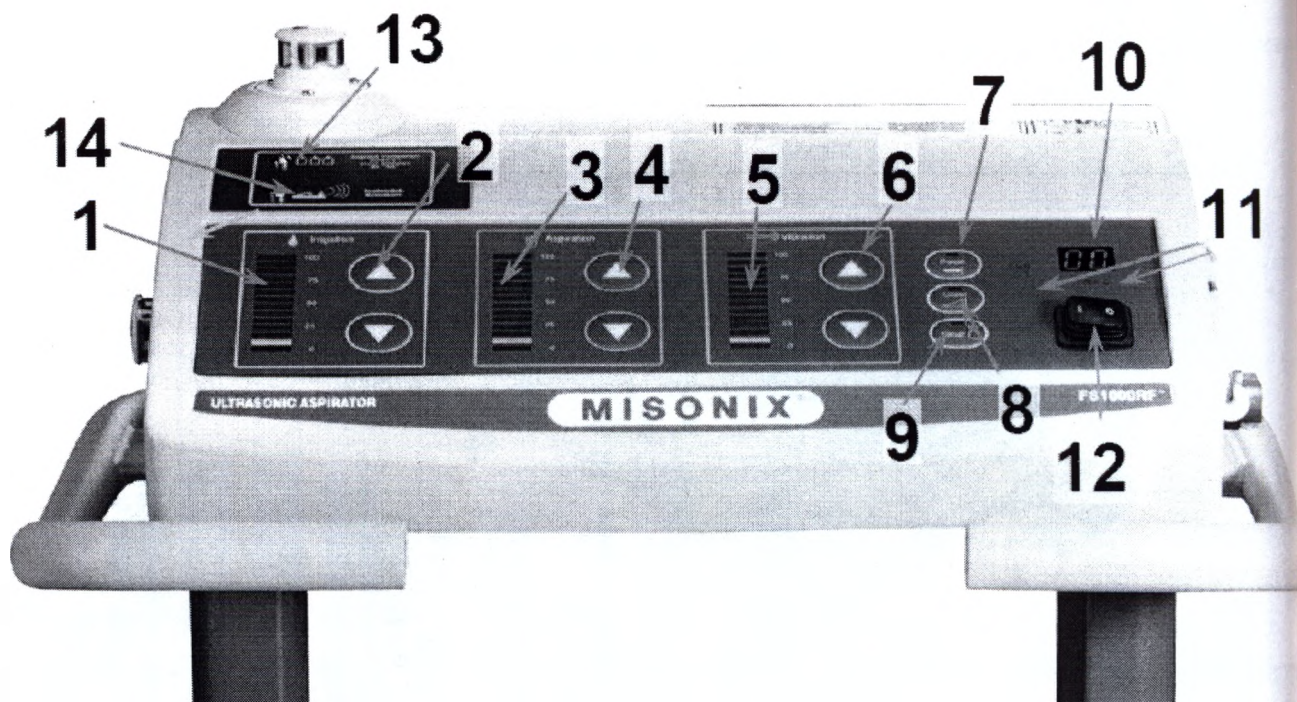

Рис. 4-2: Панель управления
- Передняя панель.** Используется для управления вибрацией, ирригацией, аспирацией, управлением функций ультразвукового аспиратора (более подробно можно посмотреть на Рис. 4-2 и прочесть в Главе 4.2). На панели имеется контроль настроек, а также индикатор времени и индикатор неисправности. На ней находится сетевой выключатель, а также выбор режима операции. Кроме того, на передней панели расположен красный светодиодный индикатор «Батарея разряжена» (Low Battery) и синий светодиодный индикатор «Включение педальной панели» (Footswitch Activation).
Элементы управления и индикаторы передней панели указаны на Рис. 4-2. К элементам управления относятся: регуляторы и дисплей ирригации, регуляторы и дисплей аспирации, регулятор дисплей вибрации, кнопки «preset» и «linear», кнопка «key», светодиодный индикатор разряда батареи беспроводной педальной панели, светодиодный индикатор включения беспроводной педальной панели, цифровой дисплей и сетевой выключатель.